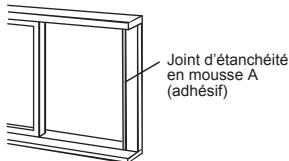

Fig.12
1. Coupez le joint d'étanchéité en mousse (adhésif) à la bonne longueur et collez-le sur le cadre de la fenêtre. Fig.12.